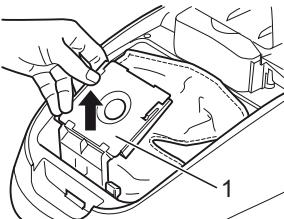

Abb. 19
3. Ziehen Sie den Staubbeutelhalter samt Staubfilterbeutel (Abb. 19/1) nach oben heraus (Abb. 19).